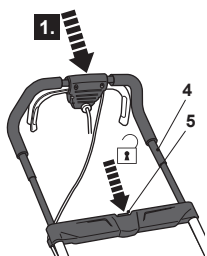

Fig. 12
- > Prima o botão de desbloqueio (5), mantenha-o na posição.
- > Empurre o guiador superior (4) até sentir resistência pequena.
- > Esta ação desbloqueia a rotação do guiador (Fig. 12)